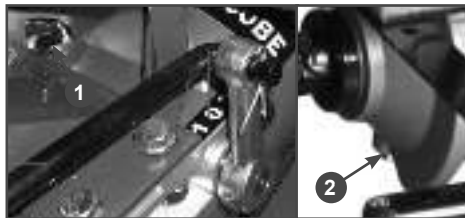

Рис. 20 Отверстия для замены трансмиссионного масла.
- Очистите от загрязнений зону вокруг маслосазливной горловины коробки передач. Выкрутите крышку-щуп 1 (Рис. 20) горловины, протрите щуп насухо.
- Открутите сливной болт 2 (Рис. 20) и слейте масло в специальную емкость.